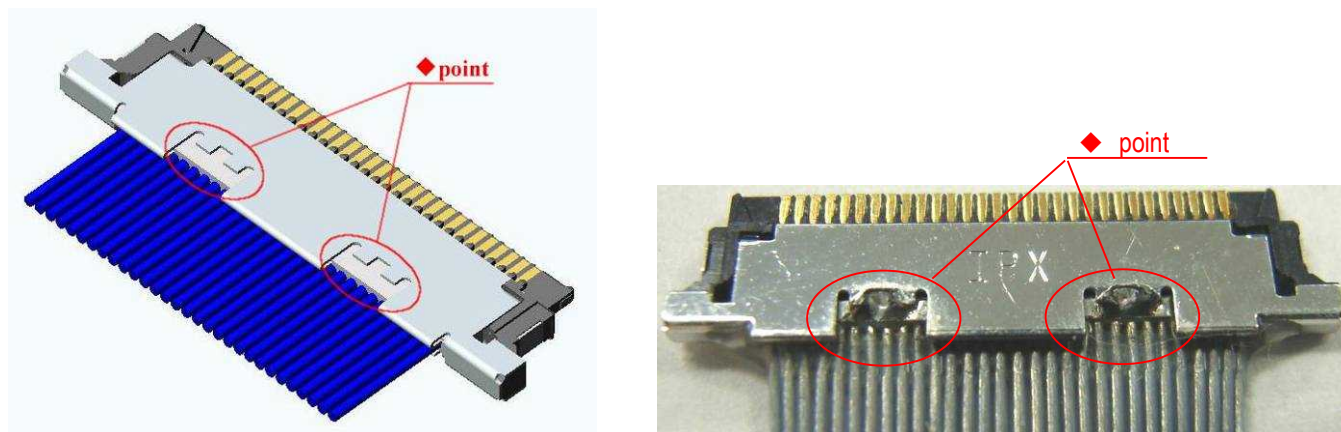

Fig.6 Soldering of SHELL A and GND BAR (SGC Cable only)
③SHELL A と GND BAR を半田コテにて半田付けする。SGC ケーブルのみ (Fig.6 ◆部)
SHELL A and GND BAR are soldered with the soldering iron. SGC Cable only (Fig.6 ◆ point)